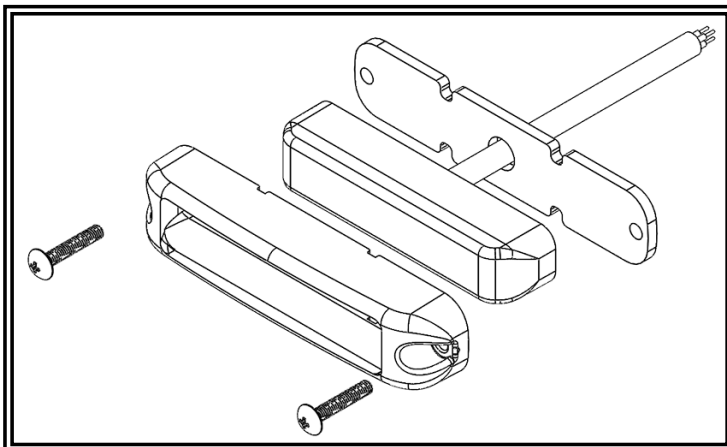

Figura 3
Paso 3. Pase el cable del cabezal de luz a través de la junta larga. Coloque el bisel sobre el cabezal de luz y pase el cable a través del orificio central perforado en la superficie de montaje. Monte el conjunto en la superficie con los dos tornillos de cabeza de botón M3 x 20 mm. Apriete a un par máximo de 10 in-lb. Consulte la Figura 3.